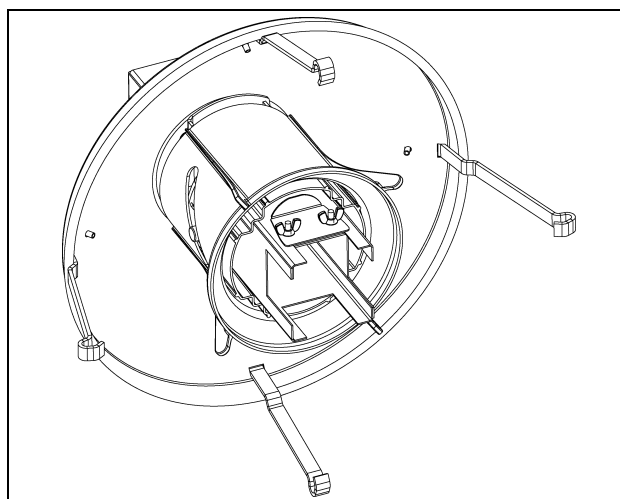

Рисунок 4P
3. Переместите модернизированный кронштейн на трубу отвода, чтобы шпильки находились у нижней части квадратного отверстия трубы отвода. Затяните барашковые гайки. Повторите процедуру с противоположной стороны трубы отвода и установите лоток. (см. рисунок 4P.)